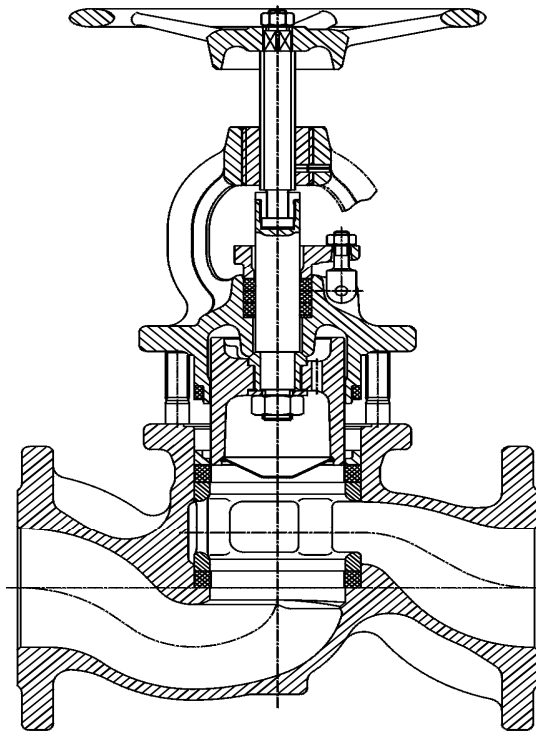

Bild 1
- Oberteil (Pos.2) danach leicht verdrehen, sodaß sich der Oberteilflansch an den Stiftschraubenstirnflächen (Pos.25) abstützt. Am Handrad gegen den Uhrzeigersinn (Öffnungsrichtung) drehen, bis der Kolben (Pos.4) vollständig aus dem oberen Ventilring (Pos.14) gezogen ist (siehe Bild 1)